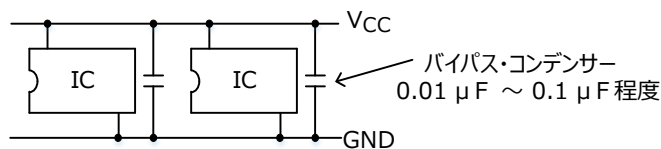

図 4.2 バイパスコンデンサー
- ・ バイパスコンデンサーは可能な限り CMOS ロジック IC の電源と GND 端子の近くに配置、配線する(図 4.2)。